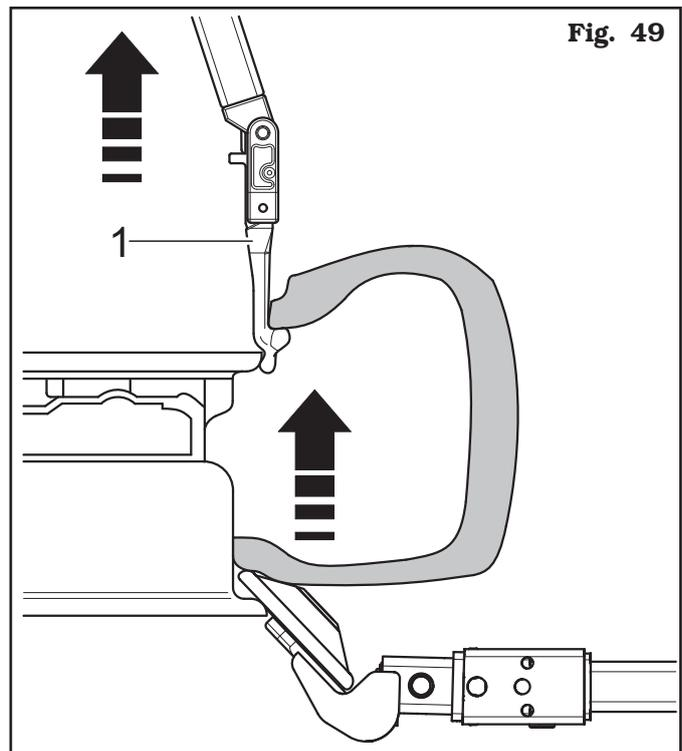

Fig. 49
6. sollevare la testa utensile (vedi **Fig. 49 rif. 1**) mantenendolo agganciato al tallone superiore dello pneumatico aiutandosi col rullo stallonatore in posizione inferiore: